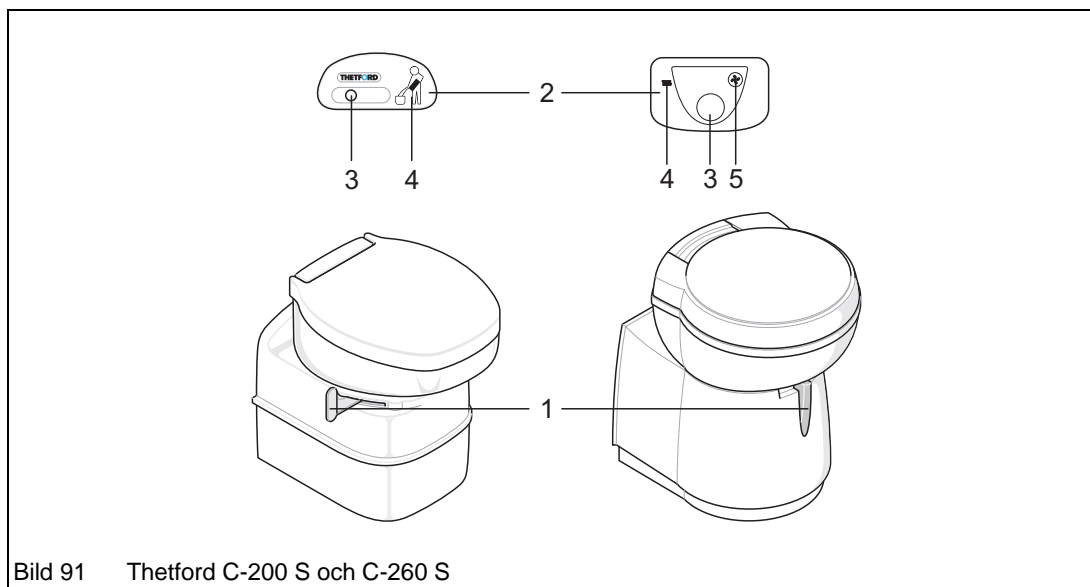

Bild 91 Thetford C-200 S och C-260 S
- ➔ Före spolning, öppna skjutspjället med hjälp av spaken (Bild 91/1).
- ➔ Tryck en gång på spolknappen (Bild 91/3) för att aktivera panelen.
- ➔ För spaken (Bild 91/1) åt sidan om skjutspjället fortfarande är stängt
- ➔ För att spola, tryck på spolknappen (Bild 91/3) flera sekunder (eventuellt måste manöverpanelen (Bild 91/2) aktiveras på nytt).
- ➔ Efter spolning, stäng skjutspjället med spaken (Bild 91/1).
Septiktanken (Bild 92/1) har plats för ca 17 l och måste tömmas senast då nivåindikatorn (Bild 91/4) tänds. Låt inte septiktanken bli alltför full.
Septiktanken (Bild 93/1) har plats för 18 l och måste tömmas senast då nivåindikatorn (Bild 91/4) tänds. Låt inte septiktanken bli alltför full.
- ➔ Stäng skjutspjället (Bild 91/1) i toaletten.